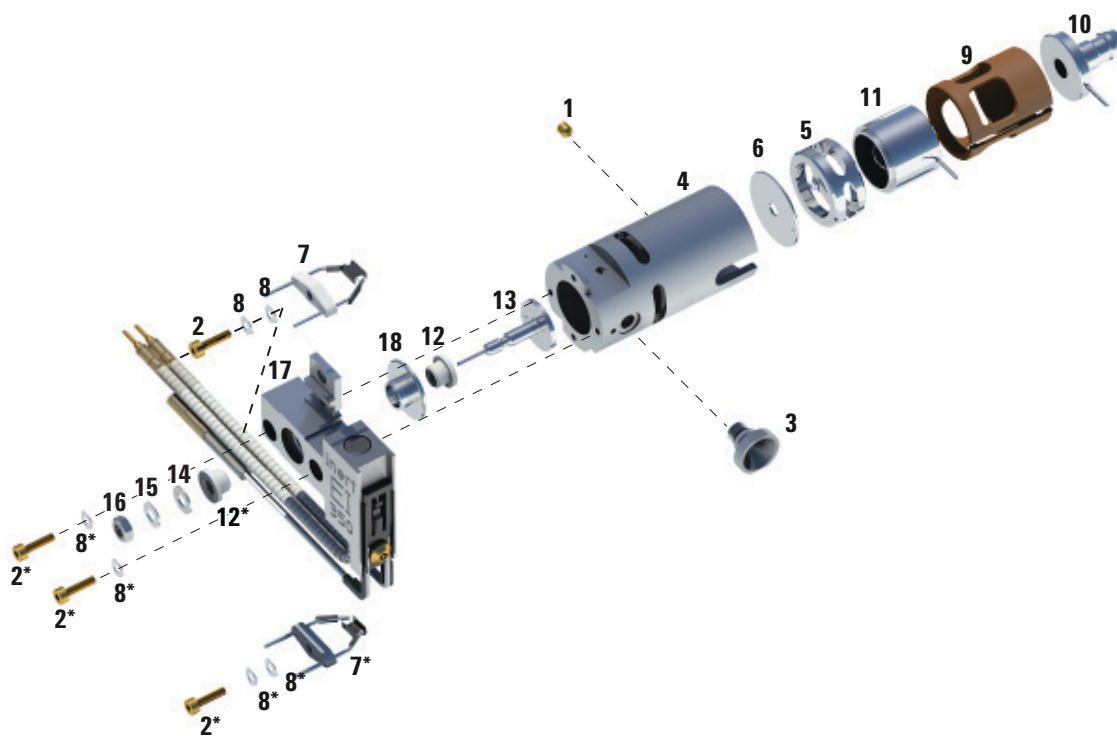

図 25 標準または不活性 EI イオン源の組み立て
- a リペラブロックインサートをイオン源ヒーターブロックアセンブリに取り付けます。(156 ページ 図 25 を参照してください)。
- 2 ドローアウトプレートとドローアウトシリンダをイオン源本体に差し込みます。(156 ページ 図 25 を参照してください)。
表 20 標準または不活性 EI イオン源の部品リスト (図 25)
- a リペラブロックインサートをイオン源ヒーターブロックアセンブリに取り付けます。 (156 ページ図 25 を参照してください)。